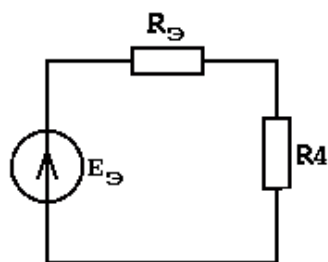

Рисунок1.64
1. Эквивалентная схема для расчета тока в элементе R_4 имеет вид (Рисунок1.64)
3. Ток в элементе R_4 (см. рисунок 1.64) находим по закону Ома